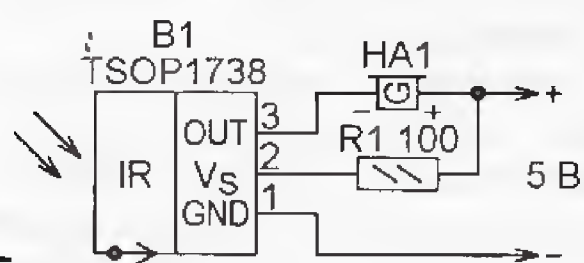

Рис. 5
**Прибор для проверки ИК ПДУ** (рис. 5 <[http://www.electronicshobby.com/electronicshobby/circuitarchives/my\\_documents/my\\_pictures/C78\\_feb-1\\_efy.jpg](http://www.electronicshobby.com/electronicshobby/circuitarchives/my_documents/my_pictures/C78_feb-1_efy.jpg)>), автор — Т. Babu. В приборе всего три детали, причём резистор R1 можно безболезненно заменить перемычкой. Модуль ИК приёмника B1 принимает кодовые послышки,